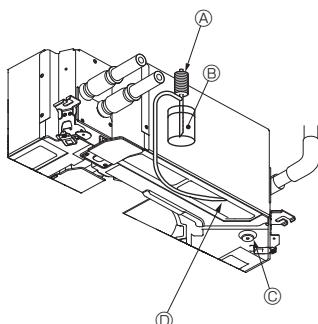

Fig. 7-6
7.4. Kontrola odprowadzania skroplin (Fig. 7-6)